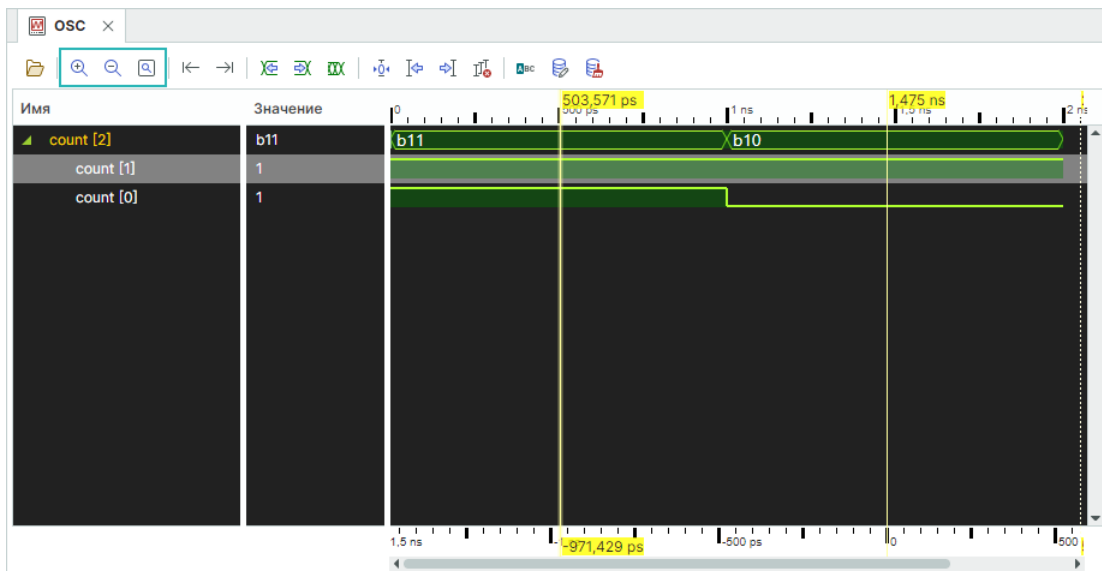

Рис. 43 Расположение кнопок для изменения масштаба
- Изменение масштаба, см. Рис. 43.